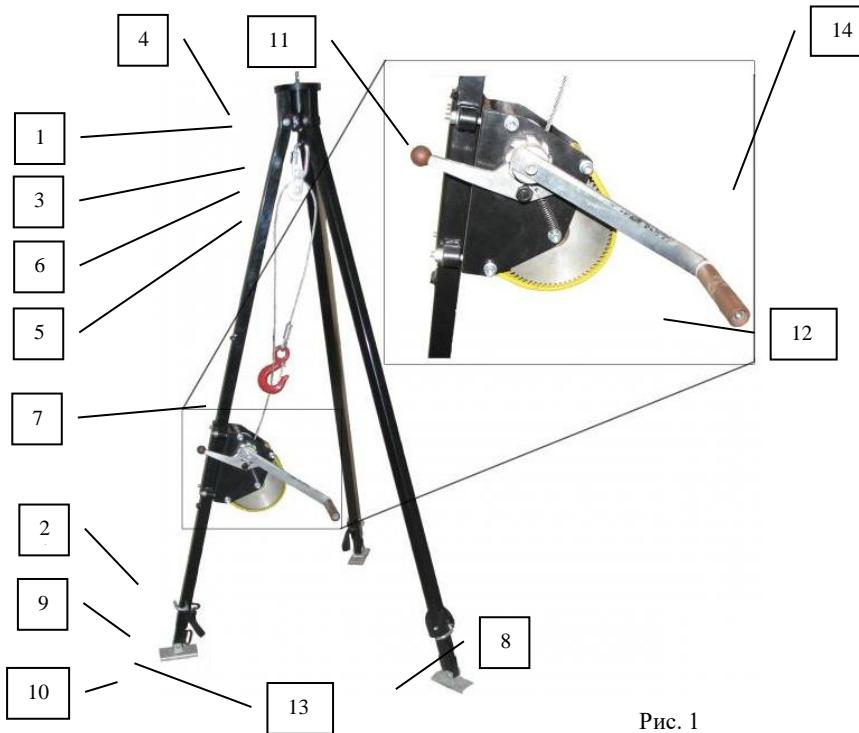

Рис. 1
Тристоп Эвакуация состоит (см. рис.1) из штатива и лебедки. Головная часть штатива состоит из несущей втулки с тремя кронштейнами (1), в которые шарнирно установлены стойки (2). Внутри втулки установлен центральный винт (3) с верхним резьбовым концом, предназначенным для установки фиксирующей крышки (4), и кольцом, в которое посредством соединительного элемента (6) установлен блок (5). Трос лебедки (если она есть в комплекте) должен быть перекинут через блок (5) и находится в его ручье. На конце троса установлен карабин (7) для присоединения амортизатора или нагрудного, или на спинного крепежного элемента страховочной или спасательной привязи.